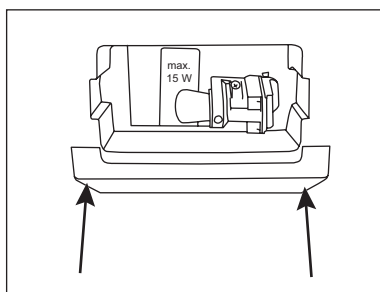

fig. 9
2. Demonter lysskjermen (fig. 9). Klem sammen lysskjermen, slik at lysskjermen løsner fra de to klipsene.